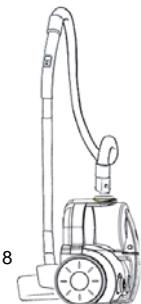

Figure 18
1. Pour la position verticale: placez l'aspirateur sur le côté et glissez la brosse à plancher à la position de blocage sur le socle au bas de l'appareil. (Fig. 18)